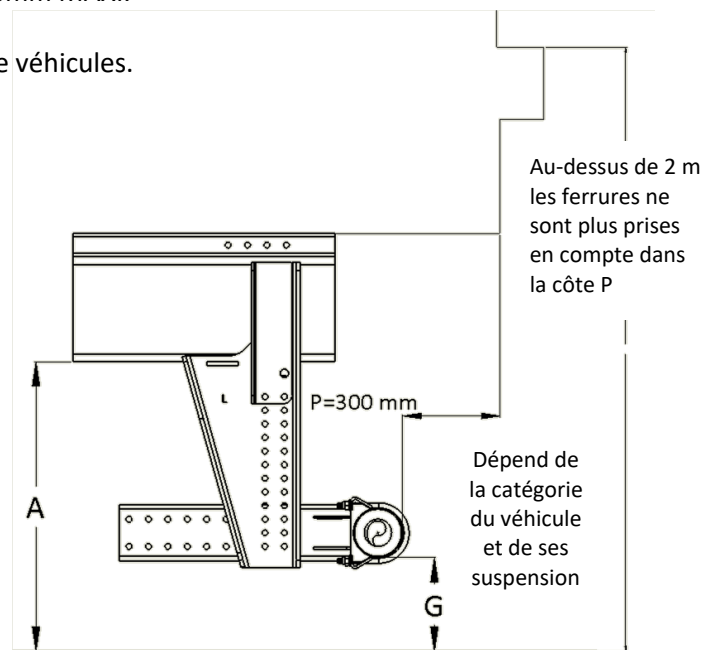

Figure 3
- Suspension hydraulique, hydropneumatique : $G \leq 450 \text{ mm}$ (voir figure 3) ou angle de fuite ne dépassant pas 8° avec un maxi à 550 mm.
- Autres suspensions : $G \leq 500 \text{ mm}$ (voir figure 3) ou angle de fuite ne dépassant pas 8° avec un maxi à 500 mm.
Le positionnement du dispositif d'anti-encastrement doit permettre le respect de la cote $G \leq 550$ (voir figure 3).
- Respecter les cotes de garde au sol du profil, **A** maxi et **G** (voir Figure 3).
- Perçage des longerons et des platines (voir Figures 3, 4a, 4b et 5).
- Placer le bras (5) en fonction du réglage choisi (voir page précédente et la figure 3).
- Positionner le bras sur la platine puis le brider à l'aide de 2 vis M14 Classe 10.9 mini (10), 4 rondelles (11) et 2 écrous M14 classe 10 (12).
- Vérifier que la cote entre le centre du tube et la route est conforme (voir figure 3).
- Serrer les 2 écrous Classe 10 (12) au couple suivant le tableau 1.
- Placer 2 autres vis M14 Classe 10.9 mini (10), 4 rondelles (11) et 2 écrous M14 classe 10 (12).